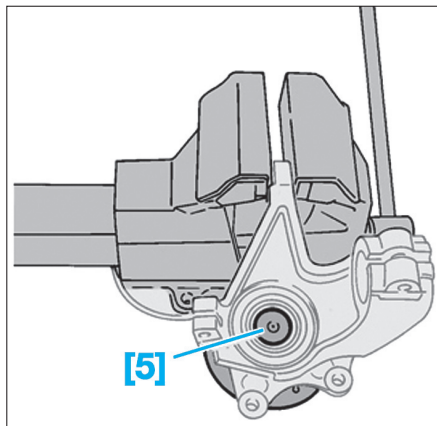

Fig. 33
- Fixer le pivot avant à l'étau (Fig.33).